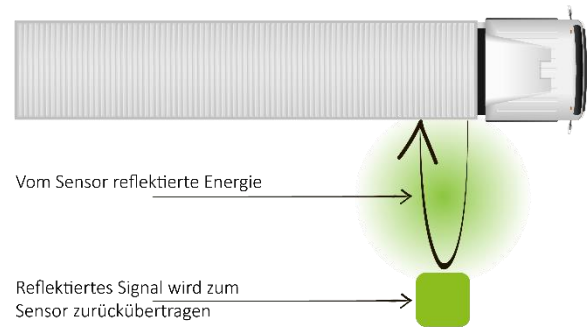

Abbildung 3: Reflektierende Energie des Radarsensors
- Winkel – eine flache, lotrecht zum Sensor ausgerichtete Seite eines Objekts wird mehr Energie reflektieren als ein abgewinkeltes Objekt. In Abbildung 3 wird anhand eines Beispiels veranschaulicht, wie ein Winkel die zurückübertragene Energie beeinflussen kann.